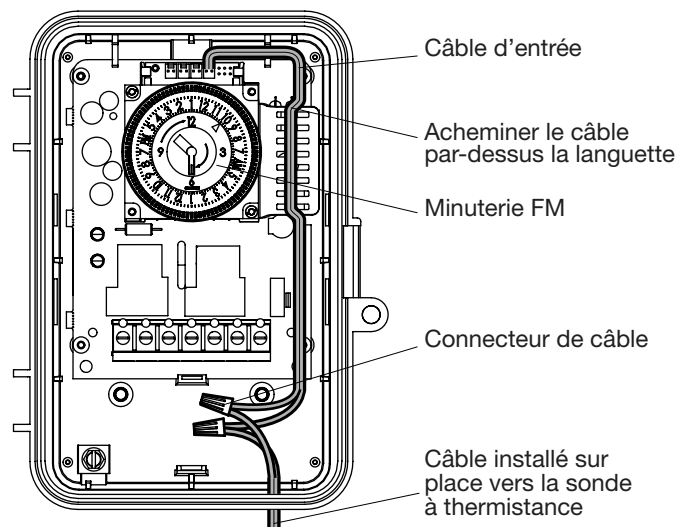

FIG. 8 Acheminement du câble d'entrée
3. Acheminer le câble d'entrée au-dessus de la languette et autour de la minuterie FM, comme illustré à la FIG. 8.
4. Couper le câble d'entrée de manière à adapter le raccordement à l'intérieur du boîtier, comme illustré à la FIG. 8.